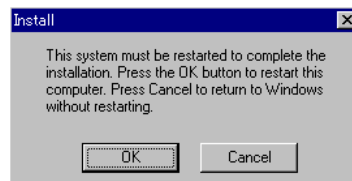
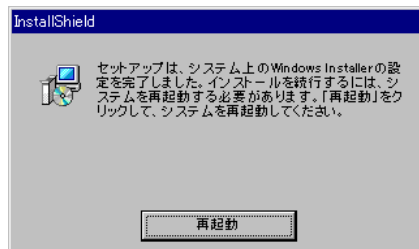

図 3-11 再起動確認メッセージ(1)
図 3-12 再起動確認メッセージ(2)
- 6** インストール中に図 3-11 のメッセージが表示された場合は、[Cancel]をクリックしてください。
- 7** インストール中に図 3-12 のメッセージが表示された場合は、[再起動]をクリックしてください。
- 8** 図 3-11、図 3-12 のメッセージが表示された場合は、再起動後、自動的に残りのインストールが行われますので、Administrator 権限を持つユーザでログオンしてください。
- 10** 再度、図 3-11 のメッセージが表示された場合は、[Cancel]をクリックしてください。